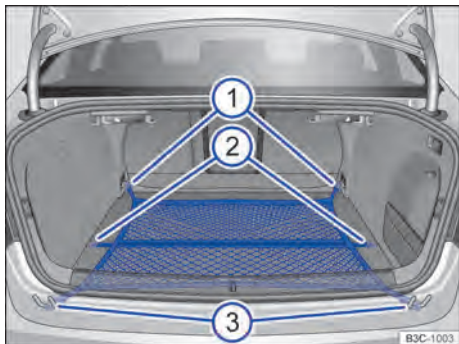
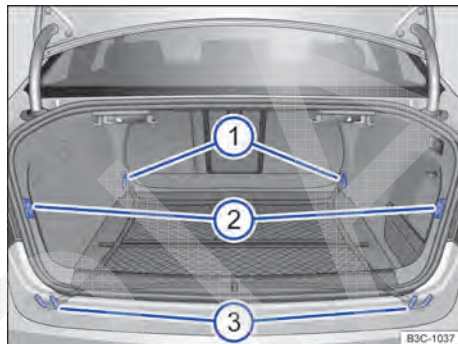

Fig. 110 No compartimento de bagagem: rede para bagagem presa de forma plana.
Fig. 111 No compartimento de bagagem: olhais ① e ③, bem como suporte ② para prender a rede para bagagem.
- Prender os ganchos ⇒ Fig. 110 ① da rede para bagagem nos olhais de amarração no encosto do banco traseiro ⇒ Fig. 111 ① ⇒ ⚠. O zíper da rede para bagagem deve estar voltado para cima.
- Prender os ganchos ⇒ Fig. 110 ③ nos olhais de amarração ⇒ Fig. 111 ③ no canto do compartimento de bagagem.
- Prender os ganchos curtos ⇒ Fig. 110 ② da rede para bagagem nos suportes ⇒ Fig. 111 ② ⇒ ⚠. O zíper da rede para bagagem deve estar voltado para cima.
- Prender os ganchos ⇒ Fig. 110 ① e ③ nos olhais de amarração ⇒ Fig. 111 ③.